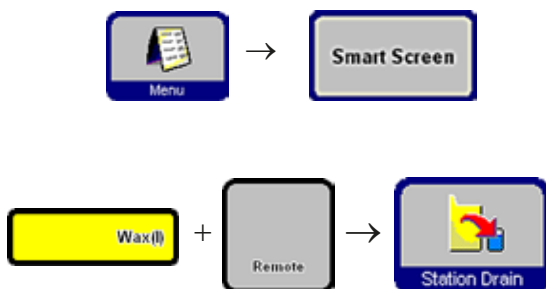

Рис. 56
- Выберите опорожняемый контейнер с парафином и приёмную ёмкость (Remote, рис. 56). Затем нажмите кнопку **STATION DRAIN...**